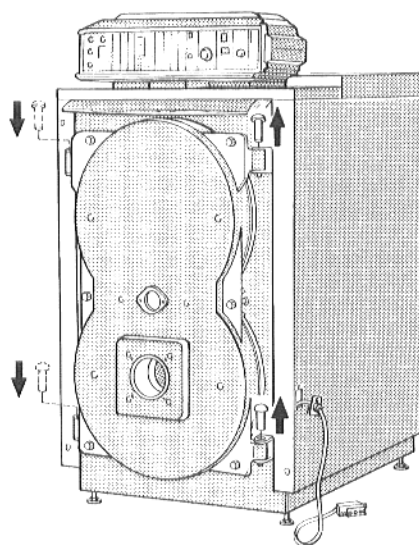

Fig. 15
- Spingere all'insù i perni di rotazione delle cerniere ed inserirli nelle cerniere di fronte (Fig. 15).
- A seconda delle disponibilità locali, applicare la seconda targhetta di costruzione e la busta trasparente sul pannello laterale destro o su quello sinistro (Fig. 15).
- Verificare se la porta del bruciatore sia avvitata con 6 bulloni esagonali (Fig. 15).
- Richiudere la porta del bruciatore ed avvitare coi bulloni esagonali (Fig. 15).